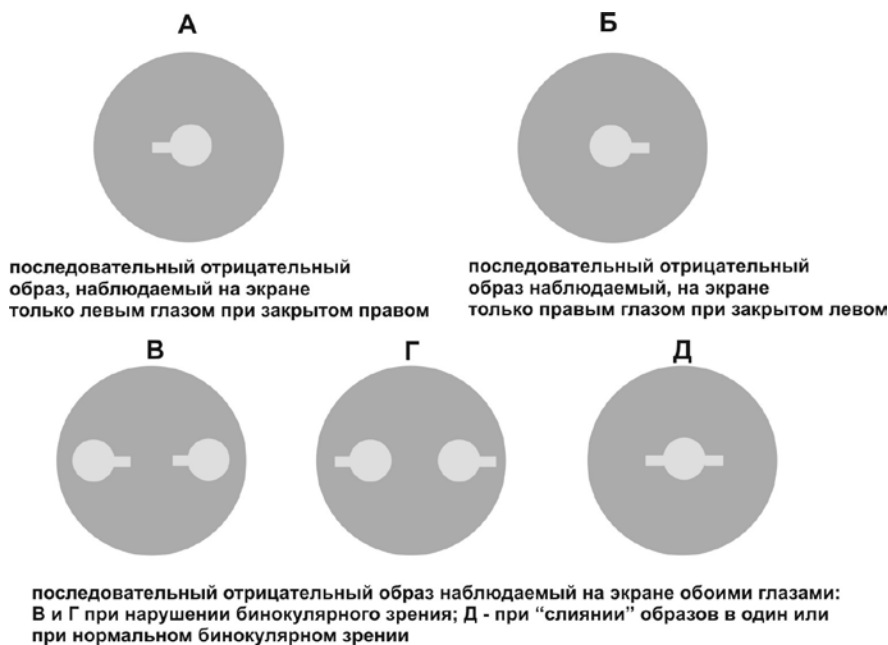

Рис.14. Вид последовательных образов, наблюдаемых на экране.
На экране, при его освещении, пациент должен наблюдать отрицательный последовательный образ в виде светлой "ракетки" в центре тёмного круга (рис.14).
Примечание: *Последовательный образ тест-объекта правого глаза имеет вид "ракетки" с ручкой справа - рис.14Б, а левого глаза - с ручкой слева - рис.14А. В этом легко убедиться, перекрывая глаза окклюдером.*
В случае нарушений бинокулярного зрения пациент будет наблюдать сразу два образа с метками, обращёнными в разные стороны (рис.14В или Г).
Задача пациента состоит в том, чтобы "слить" при двух открытых глазах два последовательных образа в один, который будет иметь вид светлого кружка с двумя боковыми метками (правой и левой) на фоне тёмного круга (рис.14Д). Такой же образ пациент будет наблюдать при отсутствии нарушения бинокулярного зрения.
- отпустить кнопку "ПРАВЫЙ СТИМУЛ" (излучатель выключится) и перевести взгляд на экран, наблюдая и "сливая", по аналогии с режимом автоматической засветки, последовательные образы (рис.14);
При успешном лечении пациент начинает видеть на освещённом экране один последовательный образ в виде одного светлого кружка с двумя боковыми метками справа и слева (на фоне тёмного круга) см. рис.14Д.